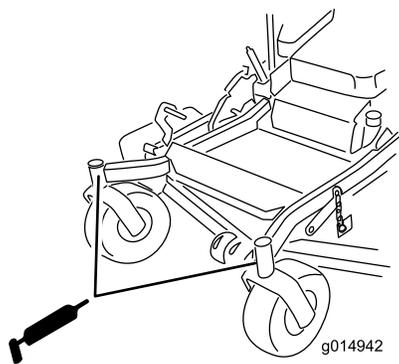

Figure 34
9. Remettez le bouchon hexagonal et le capuchon antipoussière en place (Figure 34).